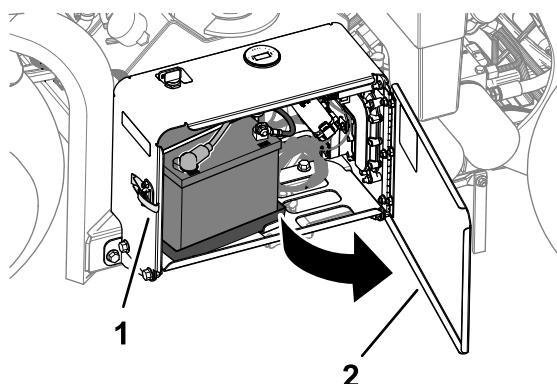

図 160
1. ラッチを取り外し、バッテリーコンパートメントのドアを開く図 160。